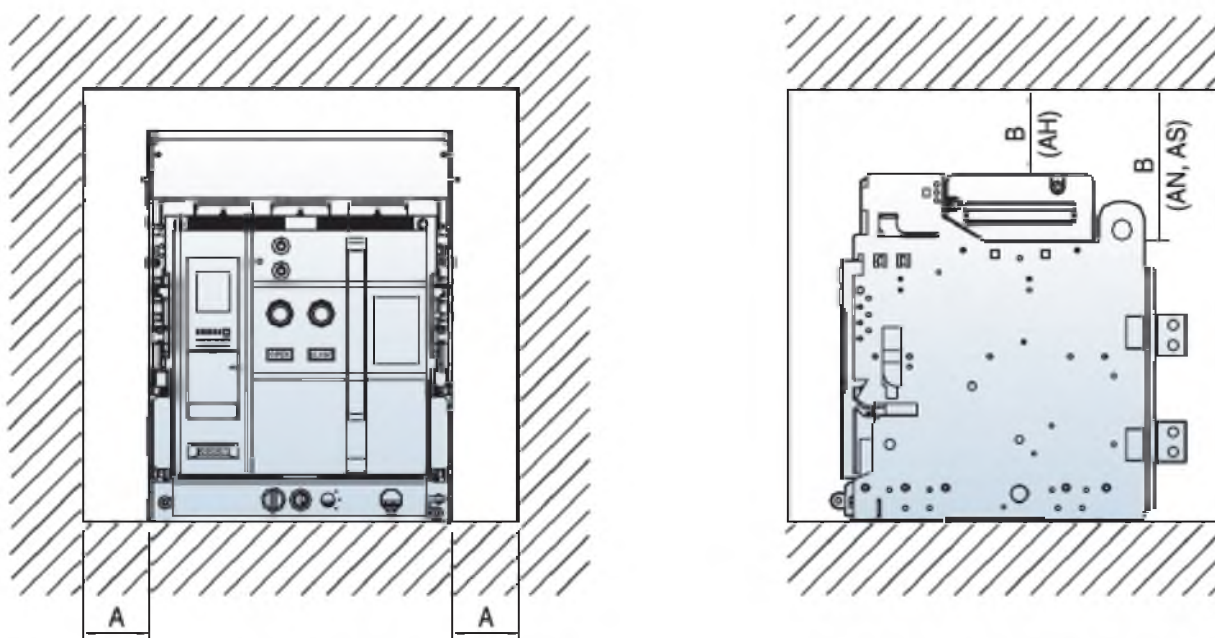

Рисунок 16 - Монтажная зона выключателей
1.5.1. Монтажная зона выключателей (рисунок 16).